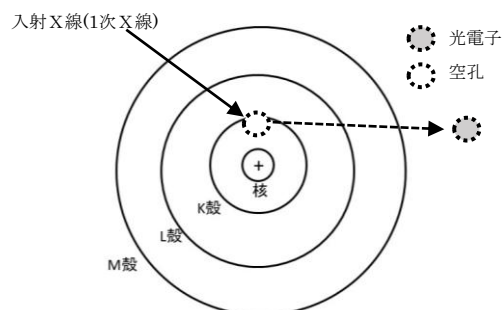

図2 蛍光X線の原理図①
- ① X線を入射(1次X線)すると電子が励起され遊離し、空孔ができる。(図2)